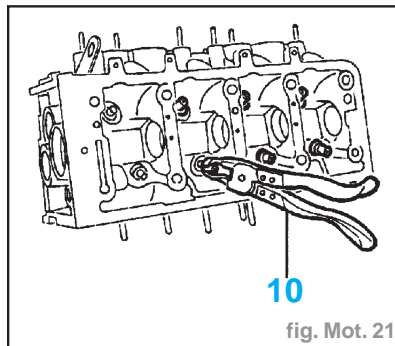

fig. Mot. 21
- les demi-lunes (1)
- la coupelle (2)
- les ressorts (3)
- les rondelles d'appui (4)
- les soupapes (5)
- Déposer les joints de queues de soupapes à l'aide de la pince (10) (réf. 0170) (fig. Mot. 21).